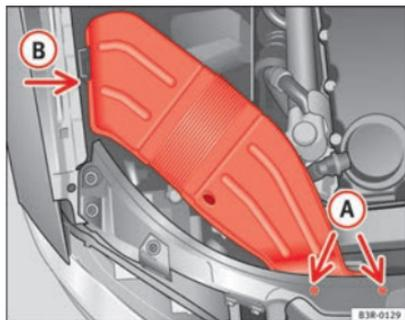

Fig. 199 Condutas de ventilação no lado direito do veículo
- Desenrosque os parafusos (A) ⇒ Fig. 199.
- Separe as condutas de ventilação da guia (B) e extraia-as.